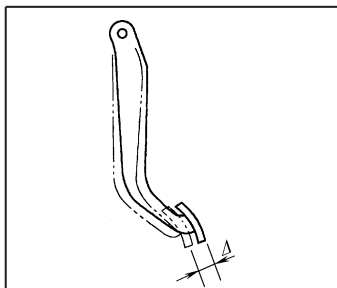

图 2-46 制动踏板的自由行程
① 在发动机运转的同时，踩动制动踏板，然后让发动机停止运转，而制动踏板仍保持踩下状态。
② 让制动踏板保持踩下状态 30s，如果踏板高度不发生变化，则表明气密性良好。如踏板升高，则表明有问题。
(2) 制动踏板自由行程的调整 如图 2-46 所示，制动踏板自由行程为 1~8mm；如果踏板自由行程不符合此规定值时，应检查踏板臂轴螺栓和主缸的安装是否松动，或部件是否